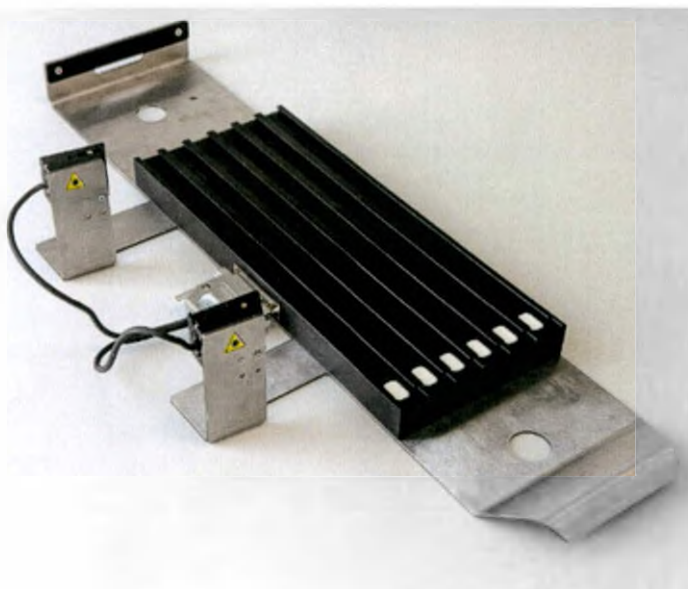

Рис. 6. Модуль загрузки образцов VB-ID со сканером штрихкодов.
5.5.1. *Модуль загрузки образцов VB-ID со сканером штрихкодов* (Рис. 6) представляет собой платформу с двумя сканерами штрихкодов слева и направляющими для установки штативов. На каждой из направляющих имеется световой индикатор. Индикатор